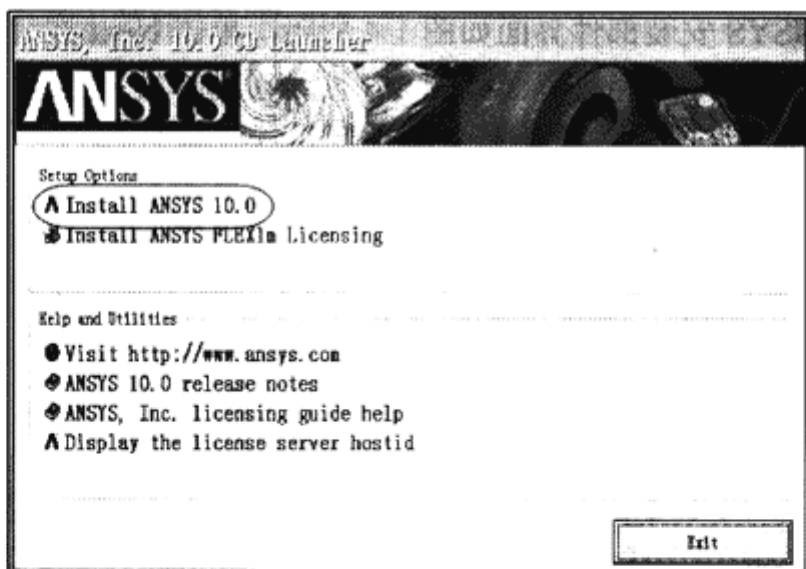

图 1-1 ANSYS 安装启动界面
- ①将 ANSYS 的安装光盘放入光驱中，出现如图 1-1 的画面，选择 Install ANSYS 10. 0 开始安装 ANSYS10. 0。